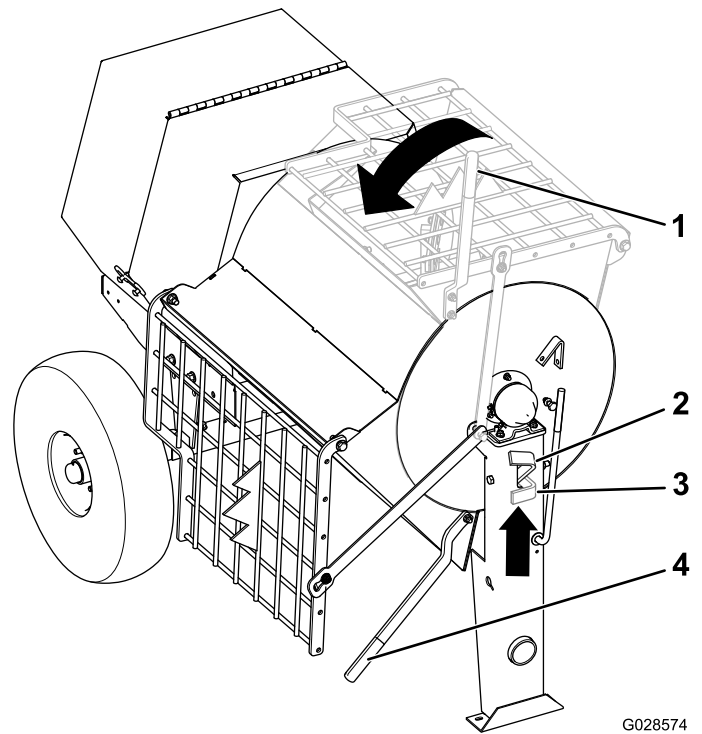

Figure 28
2. Saisissez la poignée de vidage de la main gauche (Figure 28).
3. Levez la poignée du verrou de la cuve (Figure 28).
4. Placez les deux mains sur la poignée de vidage et tournez-la dans le sens antihoraire pour décharger le contenu de la cuve (Figure 28).
5. Tournez la poignée de vidage dans le sens horaire jusqu'à ce que le verrou de la cuve bloque celle-ci en position redressée (Figure 28).